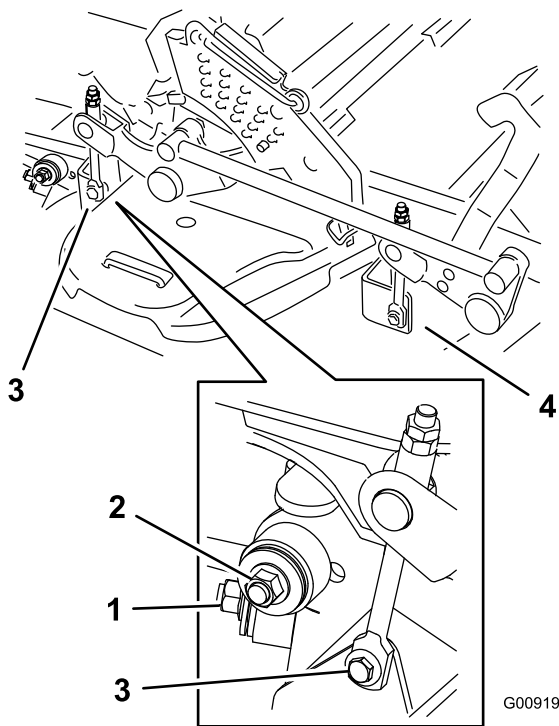

Figure 99
7. Enlevez et mettez de côté les fixations des deux côtés du tablier (Figure 99).